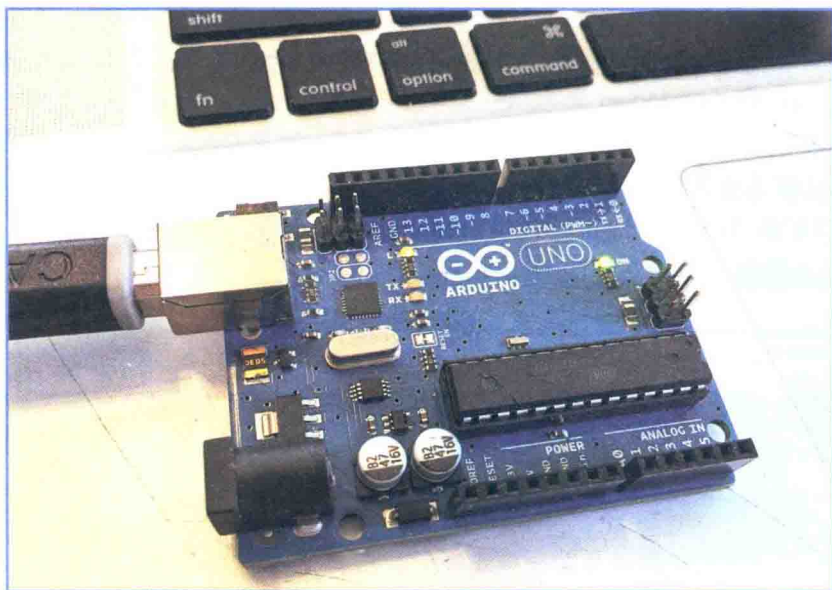

图 5.6 插入 Arduino
2. 启动 Arduino 软件，通过 USB 电缆插入 Arduino，如图 5.6 所示。